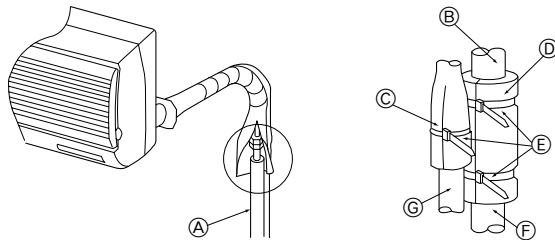

Fig. 4-5
4.4. Трубы хладагента (Fig. 4-5)